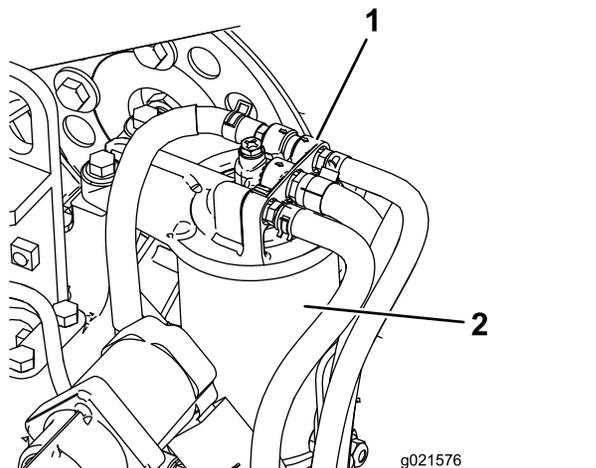

図 74
1. 燃料フィルタのヘッドの周囲をきれいに拭く(図 74)。
2. フィルタを外してフィルタヘッドの取り付け部をきれいに拭く(図 74)。